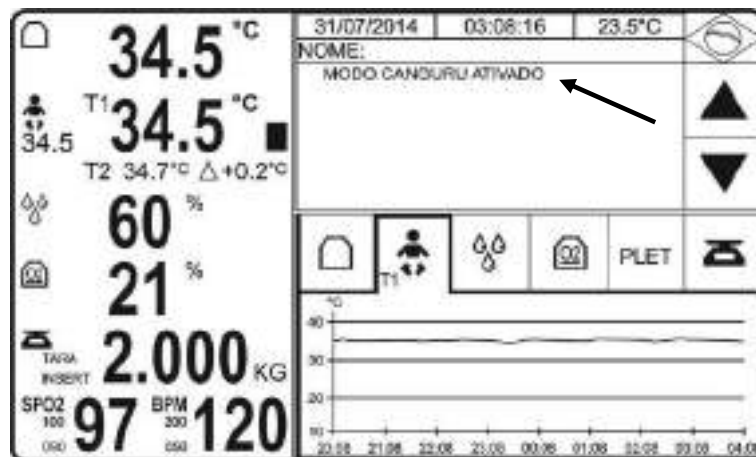

Figura 204 – Modo Canguru Ativado
O MODO CANGURU é usado para que a mãe tenha contato com o RN durante um período estabelecido pelo corpo clínico do hospital. Nessa opção existe a possibilidade de que a porta de acesso da incubadora permaneça aberta sem que sejam emitidos alarmes desnecessários. Esse modo inibe alguns alarmes que seriam gerados com a abertura da porta, além de desabilitar os servo controles de umidade e oxigênio. Veja tela do modo canguru na figura 204.
- A partir da seleção dessa opção, a incubadora vai entrar no Modo Canguru. Durante este processo o display exibirá a mensagem “MODO CANGURU ATIVADO”, conforme figura 204.